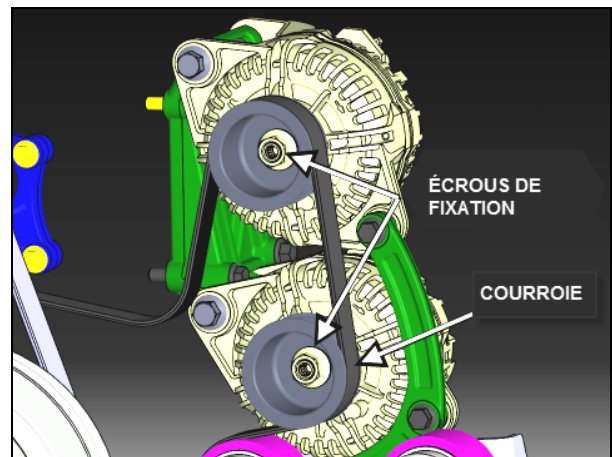

FIGURE 4
2. Enlever la courroie (FIGURE 4).
3. Dévisser l'écrou de fixation des poulies (FIGURE 4). Conserver l'écrou pour réutilisation si un écrou à bride n'est pas fourni avec l'alternateur.
4. Retirer la poulie (2 poulies) (FIGURE 4).